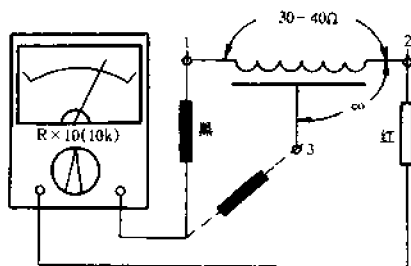

图 4-350 测量亮度延迟线引脚间的电阻值
单独检测电极间电阻的测试方法如图 4-350 所示,首先测量输入端与输出端之间的电阻。将万用表置于  $R \times 10$  挡,用任一表笔接输入端①脚,另一表笔接输出端②脚,此时若万用表的电阻读数为 30~40 $\Omega$  左右,即为正常值。如果测出的电阻值为无穷大,则说明内部已经开路。如果阻值大于正常值,则表明内部引脚有接触不良的故障;若阻值小于正常值较多,甚至为零,则表明内部线圈有短路现象。